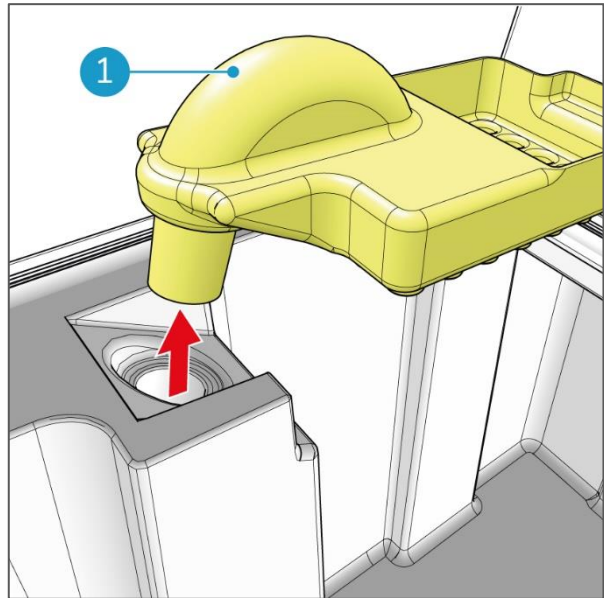

Figura 50
1. Rimuovere la presa dell'acqua di recupero (Figura 50, pos 1).